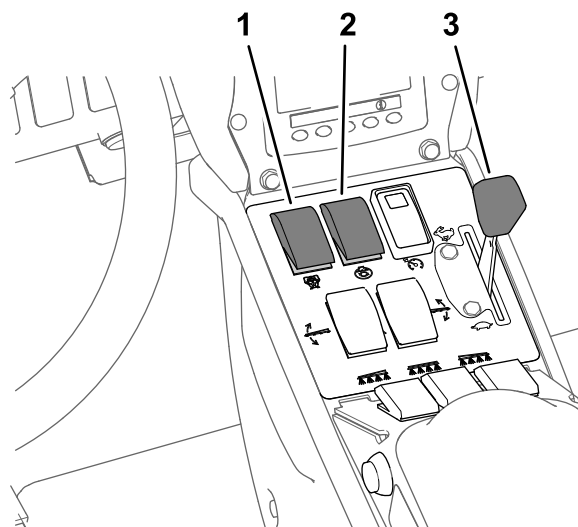

Figure 33
Remarque: Cette procédure suppose que la pompe de pulvérisation est en marche ; voir Pulvérisation en mode débit d'application \(page 35\) sous Figure 33.
4. Réglez la commande d'accélérateur pour obtenir le régime moteur voulu pour pulvériser ; voir Figure 33 sous Pulvérisation en mode débit d'application \(page 35\).